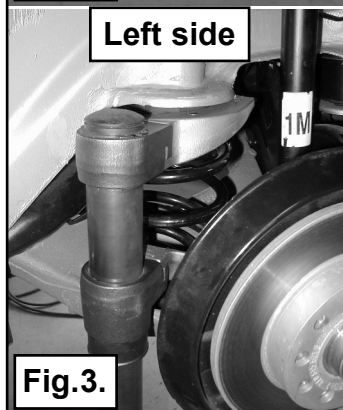
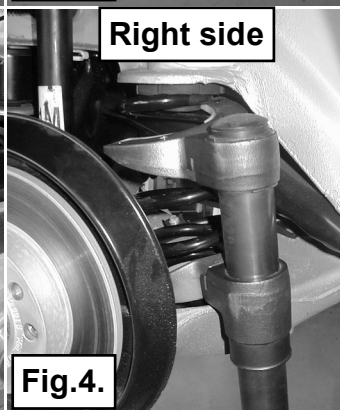

Fig.3.
Fig.4.
3. Achten Sie darauf, daß vier Windungen der Feder in die Feder-spanner sitzen. Siehe Sie für die Linke Seite Abb. 3 und für die Rechte Seite Abb. 4.
3. Assurez-vous que lors du montage du compresse-ressort, quatre spires du ressort principal soient présentes entre les coupelles. Pour le côté gauche, voir fig. 3 et pour le côté droit, voir fig. 4.